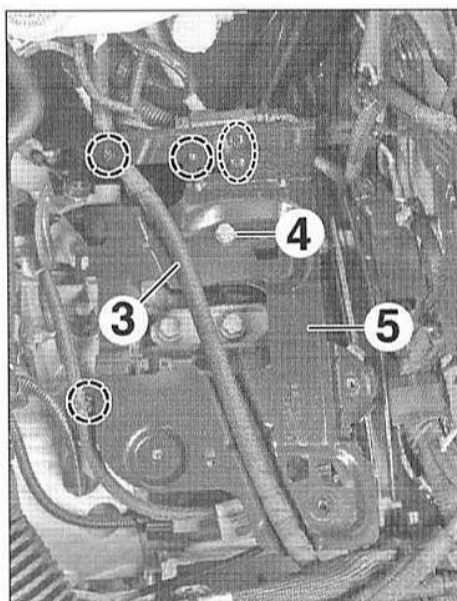

FIG.67
- Dégrafer et écarter les faisceaux attenants au support de batterie (Fig.67).
- Libérer le faisceau (3).
- la vis (4),
- le support de batterie (5).